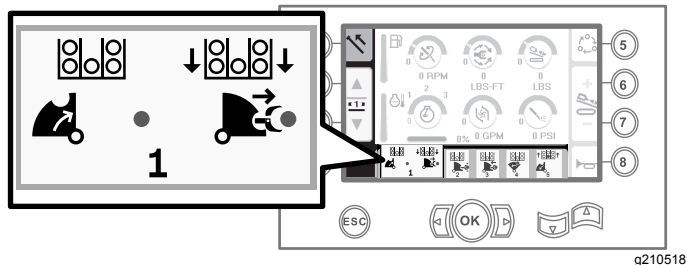

**Figure 6**
1. Appuyez sur le bouton 1 pour sélectionner l'option tirage de tige (Figure 6).
- Appuyez sur les boutons 2 et 3 pour sélectionner la rangée où vous allez placer la tige (**Figure 6**).